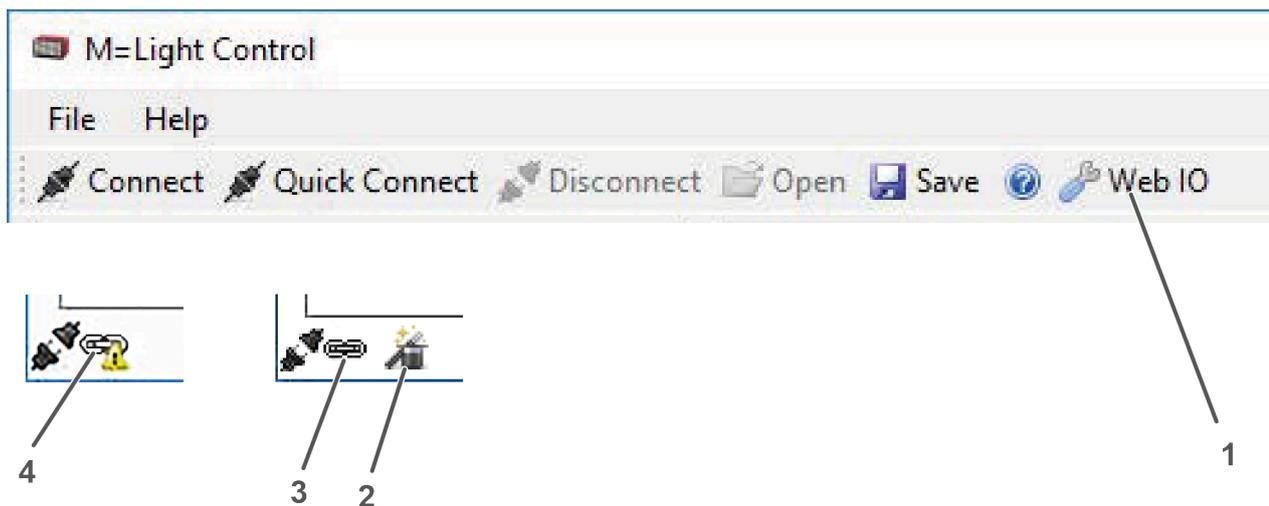

Abbildung 33: Web IO Status connected und Status not Connected
- Das Symbol Web IO drücken (Abbildung 33, Seite 38, Pos. 1).